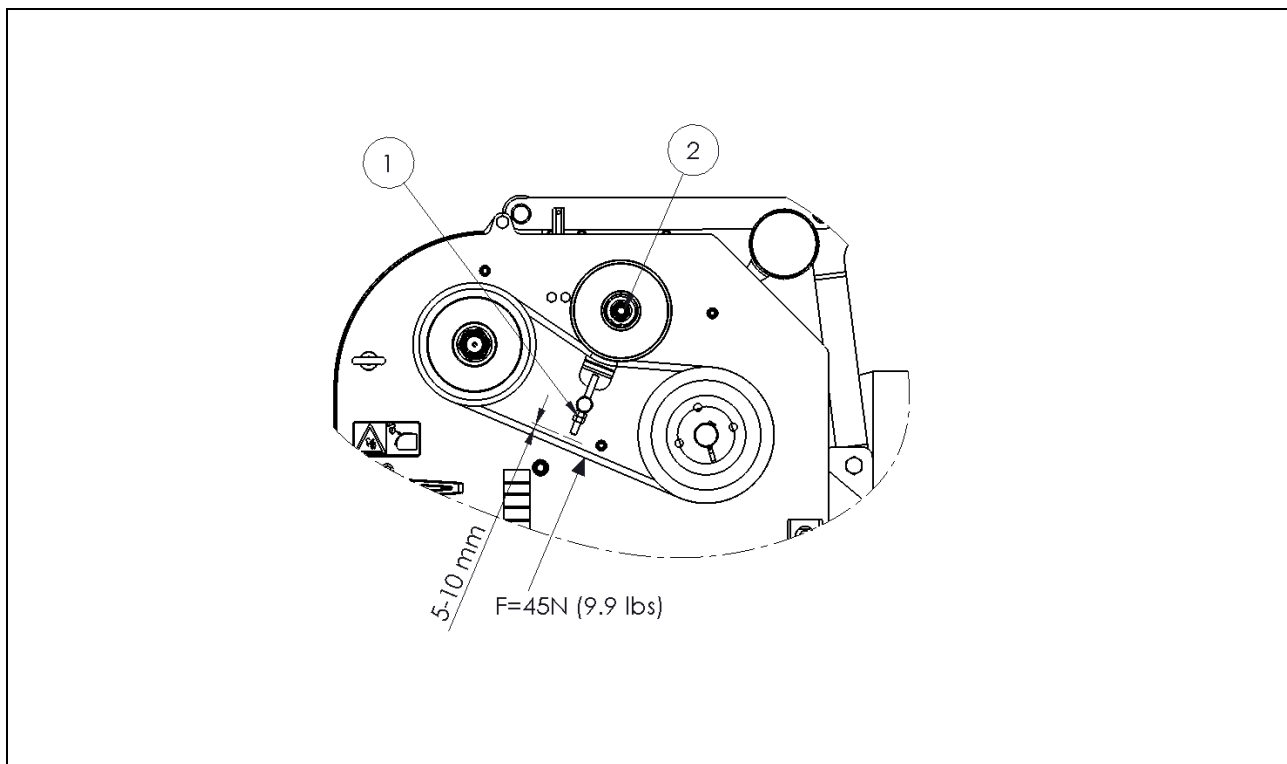

Fig. 14
2. Oefen een kracht van 45 N (9,9 lbs.) uit op het midden van het onderste deel van de snaar, zie fig. 14.
5. Draai de moer (2) iets los.
6. Verdraai de moer (1) tot de juiste spanning is bereikt.
7. Draai de moer (2) weer vast.